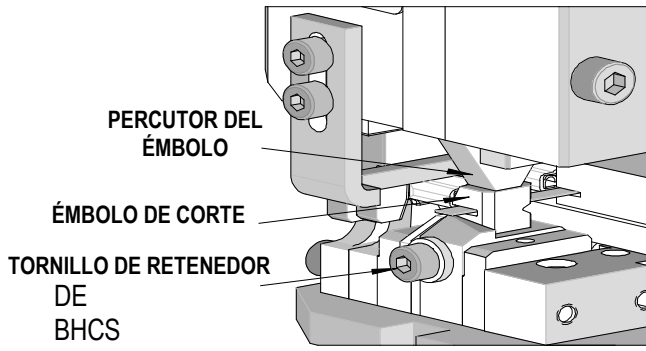

Figura 2-6
- Los **aplicadores de tira metálica** (series 63881 y 63882) tienen un émbolo de corte accionado por resorte que debe soltarse antes de retirar los yunques. Para soltar la carga del resorte, sujete el émbolo de corte (si se acciona el ciclo del pistón del aplicador parcialmente hasta abajo, el percutor del émbolo sujetará el émbolo) y use una llave hexagonal de 3 mm para retirar el tornillo retenedor del émbolo. Después de retirar el tornillo, suelte lentamente el émbolo. Véase la figura 2-6.